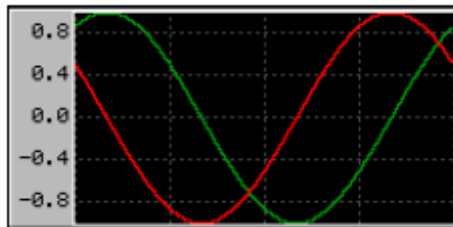
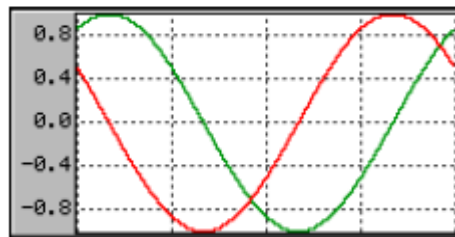

Figura 11: Prima di chiamare la funzione GRAPH_SetColor il data area è colorato di nero
Figura 12: Dopo aver chiamato la funzione GRAPH_SetColor il colore del data area da nero diventa bianco.
- Descrizione: setta il colore desiderato per ciascun oggetto del graph widget (**Figura 11** e **Figura 12**).